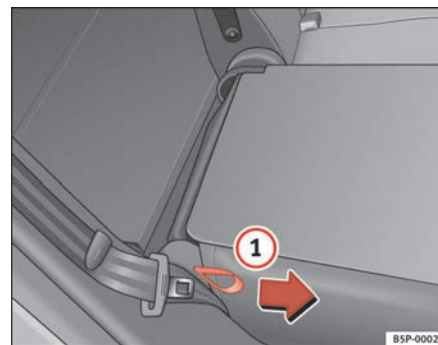

Fig. 99 Rebater ou levantar o encosto do banco traseiro
- Puxar a pega lateral do banco ⇒ fig. 99 ① no sentido da seta e levantar o encosto até que encaixe.